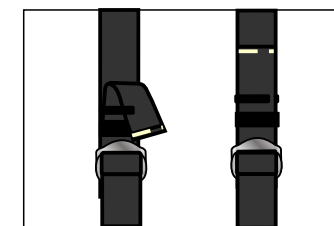

рис. 9
- заправьте лишние концы ленты (рис. 9).